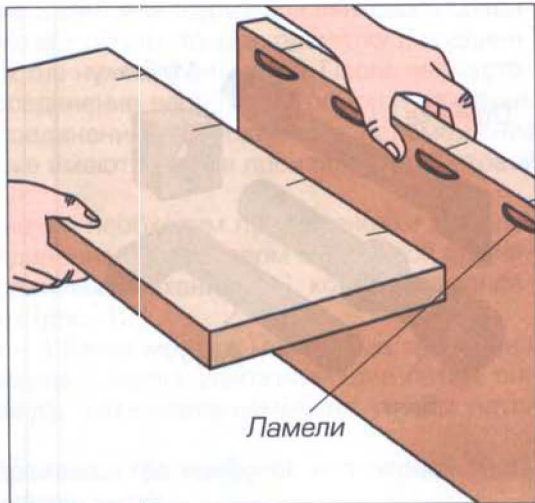

Рис. 8. Соединение
*Ламели* — небольшие пластины овальной формы. С их помощью придают дополнительную прочность клеевому соединению (рис. 8).